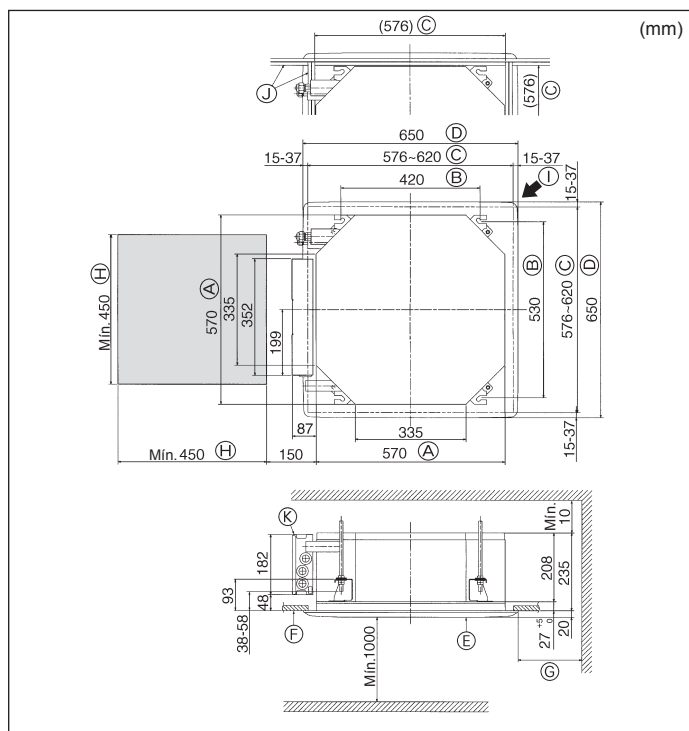

Fig. 2-2
2.2. Localizações das aberturas no tecto e da instalação dos parafusos de suspensão (Fig. 2-2)